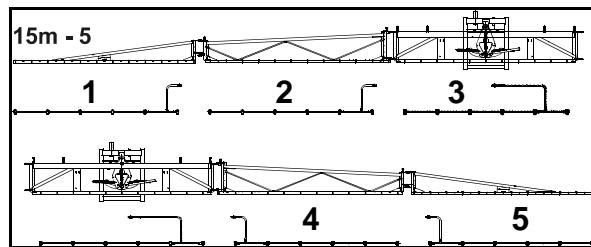

Рис. 65
**Нумерация линий для трубопровода опрыскивателя производится в направлении движения слева снаружи, наружу направо. Смотрите Рис. 65.**